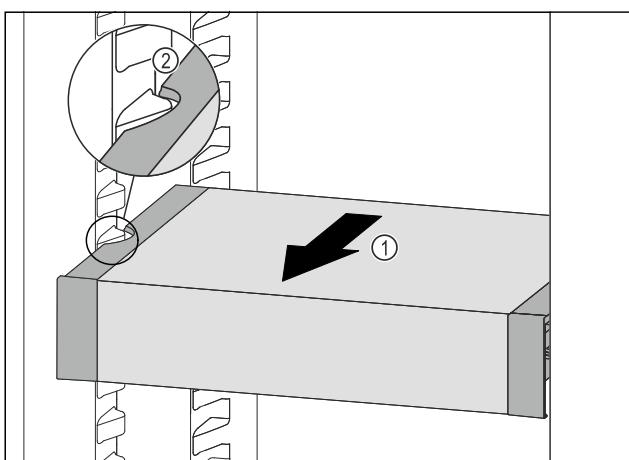

Fig. 102
- Вытаскивайте VarioSafe вперед Fig. 102 (1), пока боковые выемки VarioSafe не окажутся на высоте выступа резервуара в холодильном отделении. Fig. 102 (2)